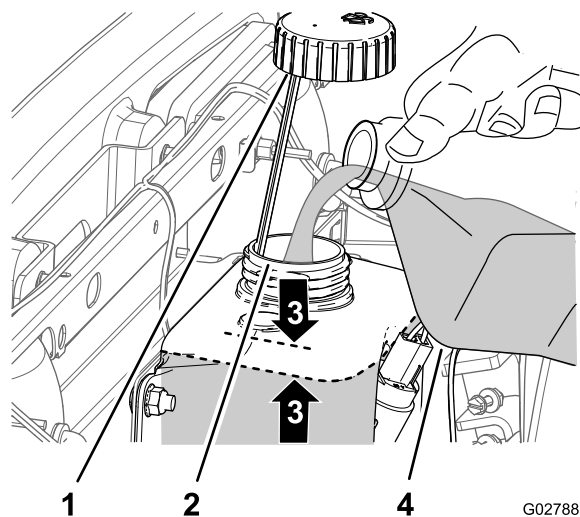

Рисунок 52
- Снимите крышку бачка омывателя (Рисунок 52).
- Залейте воду или жидкость омывателя ветрового стекла в заливную горловину бачка, не доходя до верха бачка приблизительно 25 мм (Рисунок 52).
- Надежно установите крышку на заливную горловину (Рисунок 52).